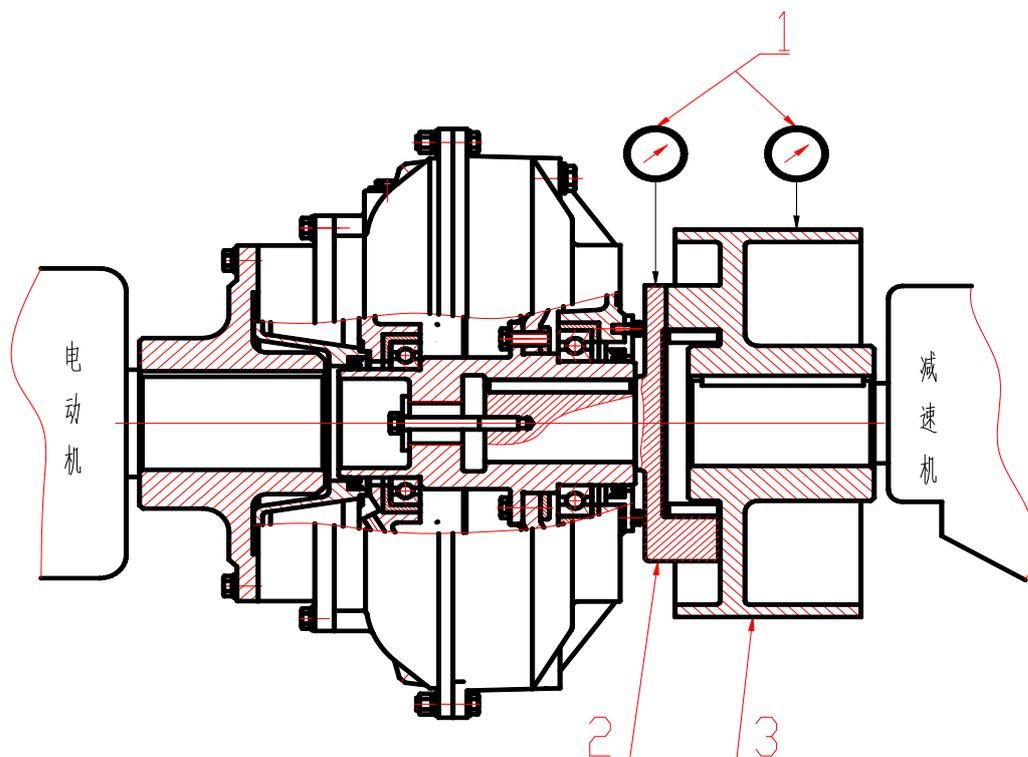

图 5 YOX_{II}Z 限矩型液力耦合器安装图
（三）传递功率与充油率的关系曲线 $N = f(q_c)$ （见图 5）
所以耦合器的充油量按情况不同而变化，必须按具体数据 N、 n_B 、S%值计算确定。图 5 所示的传递功率与充油率关系曲线提供的数值，仅供用户参考。如按曲线图查出的充油量，必须在试车时按液力耦合器传递功率能力的具体情况进行油量的调整，出力不足，可相应增大充油量。反之，可相应减少充油量，但调整充油量，只能在耦合器总容量的 40%~80%之间进行调整，不允许超出此范围。
4.把电动机和工作机的地脚螺栓初步上紧，再检查电动机和工作机轴的同轴度、平行度和角度误差是否与表二数值相符合。此项检查可参照图 5 的方法进行：从制动轮齿爪与连接轴齿爪端面间隙均匀度判别安装误差的大小：用塞尺直接在两齿爪相对的端面和外圆间隙测出间隙误差。若要精确测出误差数值，可用千分表座放在制动轮上，用千分表针对正连接轴的齿爪外圈，然后转动制动轮，看其表面跳动误差是否符合表二误差要求，如不符合要求则要重新调正，知道符合为止，再将两齿爪连接，并紧固电机螺栓。